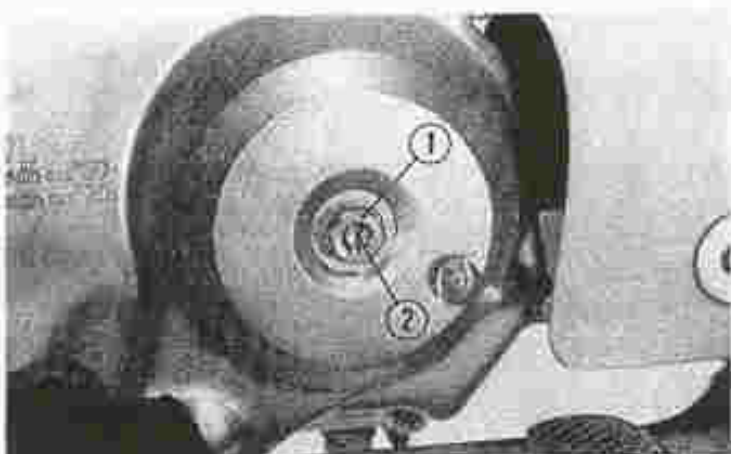

Fig. 9 C50H
- 4) Draai de stelschroef nu weer $\pm \frac{1}{8}$ tot $\frac{1}{4}$ slag rechtsom voor de juiste speling en draai de beve stigungs-moer (contra-moer) vast. (Fig. 9)